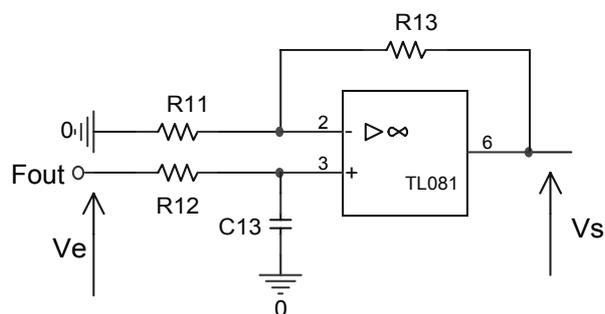

fig.2
9.2.3 Calcul de la transmittance schéma fig.2